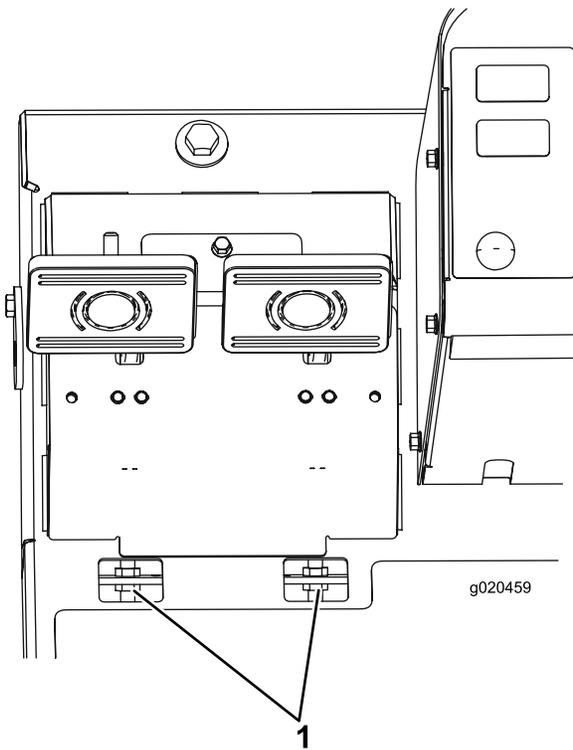

Figura 67
- B. Desaperte a porca dianteira na extremidade roscada do cabo do travão (Figura 67).